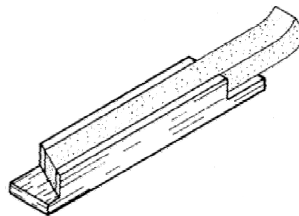

Figura 57
3. Para el corte de los Anillos de la Empaquetadura, se recomienda la utilización de un dispositivo sencillo que sugerimos, conforme Figura 57.